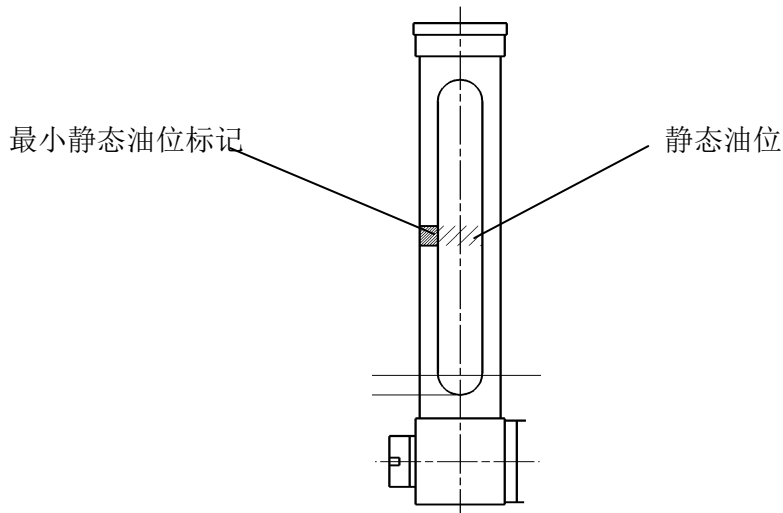
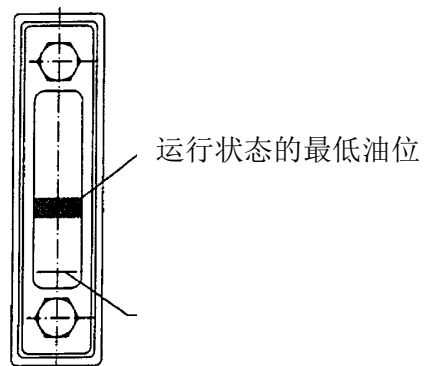

图 3
图 4
箱体式单向离合器FH带有两个油位计。一个装在箱体的输入端用于指示设备运行时的最小油位，（见图4）另一个油位计安装在箱体的下部用于指示静态时的油位。（请见图3）
单向离合器初次运行前必须通过静态油位计检查油位。（见图3）
单向离合器运行时应当通过动态油位计检查油量。（图4）
运行中，在移除注油塞后可将油加至图 4 中所示的位置。
- 重新注油直至油位升至图3所示的位置。
- 排尽后重新注入同样品级的润滑油直至油位升至图4所示位置
- 在设备下次停止时按图3所示检查静态油位计，如有必要可进行调整。